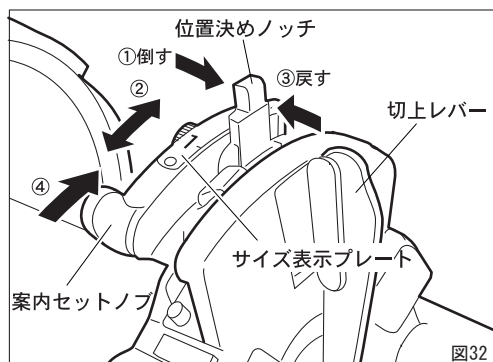
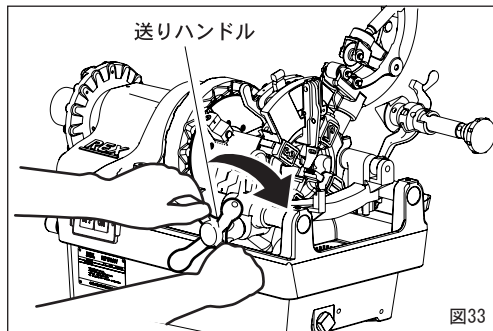

図32
図33
サイズ変更をする場合(図32)
1. 位置決めノッチを図32の矢印①の方向に倒す。
2. サイズ表示プレートに表示されている希望のパイプサイズに位置決めノッチを合わせる。(矢印②)
3. 位置決めノッチを矢印③の方向に倒しながら、ノッチの溝に位置決めピンをはめ込む。
- ②案内セットノブを矢印④の方向に止まるまで押すと、ダイヘッドはセットの位置になります。スイッチを入ると、オイルはダイヘッドから自動的に注油されます。
- ③送りハンドルを時計方向に回して、パイプにダイヘッドを押しつけ、チェーザを食い付かせてください。(図33)
- ④ねじが3~4山切れればあとは自動的にねじが切れ、ねじが規定の長さになると、切上げレバーによりチェーザが自動的に開きます。
- ⑤送りハンドルを反時計方向へ回してダイヘッドをパイプから離します。
案内セットノブ (図32参照) を押し上げてダイヘッドをねじ切りのセット状態にします。そしてパイプにねじを切ってゆきますと、パイプ端面が切上げレバーに当り、徐々に押し出してゆきます。パイプに切られたねじが規定長さになりますと、切上げレバーが押しあげられ、チェーザがパイプから離れねじ切りが終わります。(図36-1)